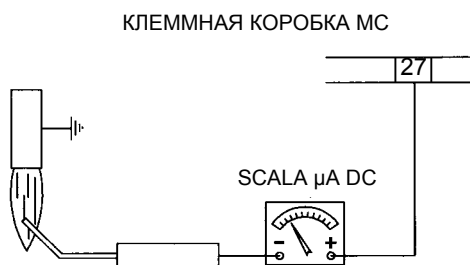

Рис. 32 - Контроль пламени с помощью электрода
- Проверить контрольный электрод/фотоэлемент (в зависимости от модели горелки), почистить его, при необходимости подправить или заменить (см. на стр. 45). В случае сомнения проверить контрольный контур улавливания пламени, после того, как горелка будет вновь подключена, следуя схемам на Рис. 32 - Рис. 33 - Рис. 34.
Чтобы проверить ток у контрольного электрода, следуйте схемам на или Рис. 32 или Рис. 33. Если электрический импульс ниже указанного значения, проверьте положение контрольного электрода или фотоэлемента, электрические соединения и, при необходимости, замените электрод или фотоэлемент.